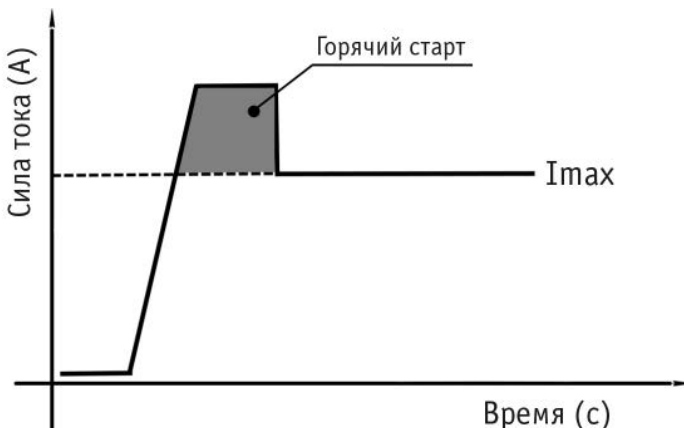

Рис. 6.1.4. Горячий старт.
**Горячий старт** – для обеспечения лучшего поджига дуги в начале сварки, инвертор автоматически повышает сварочный ток. Это позволяет значительно облегчить начало сварочного процесса (См. рис. 6.1.4).